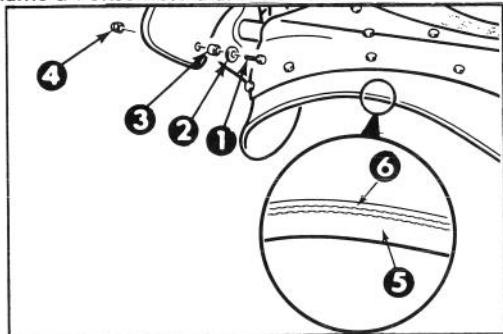

Figure 19
**1. DÉMONTAGE DE LA LAME** (Fig. 19) — Retirez les 8 écrous de 7/16" (11,1 mm), les 4 rondelles, et les 8 écrous de blocage fixant la lame à l'ensemble d'arbre de rotor.
2. Faites glisser la lame pour la dégager des plaques d'acier et appuyez sur les 8 bagues pour les faire sortir des trous de la lame (Fig. 19).
**3. MONTAGE DE LA NOUVELLE LAME** — Les lames du rotor sont en caoutchouc laminé. Examinez le rebord de la lame pour vérifier la différence d'épaisseur des couches (Fig. 19). (Certaines lames portent un numéro de pièce inscrit au côté épais de la lame).